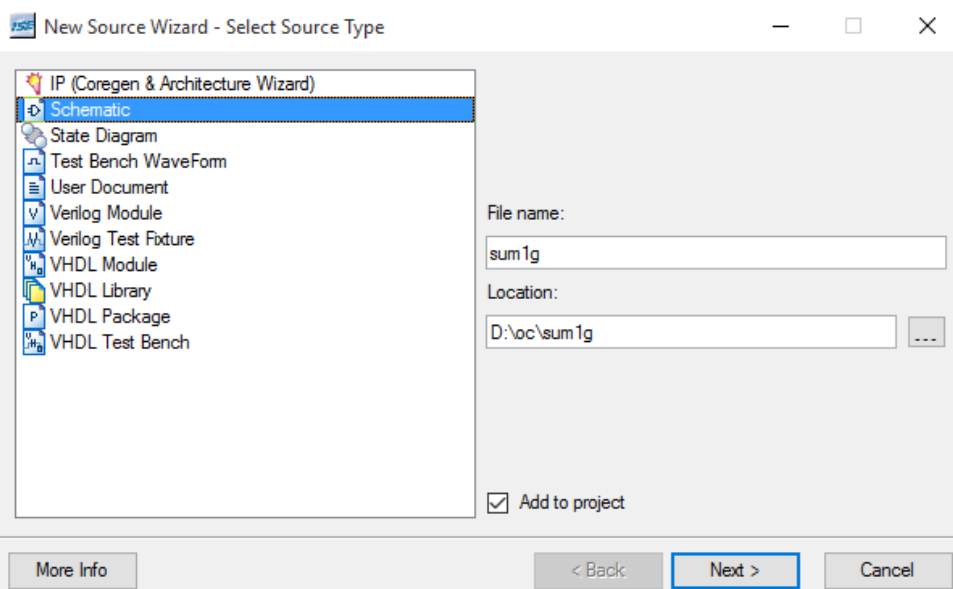
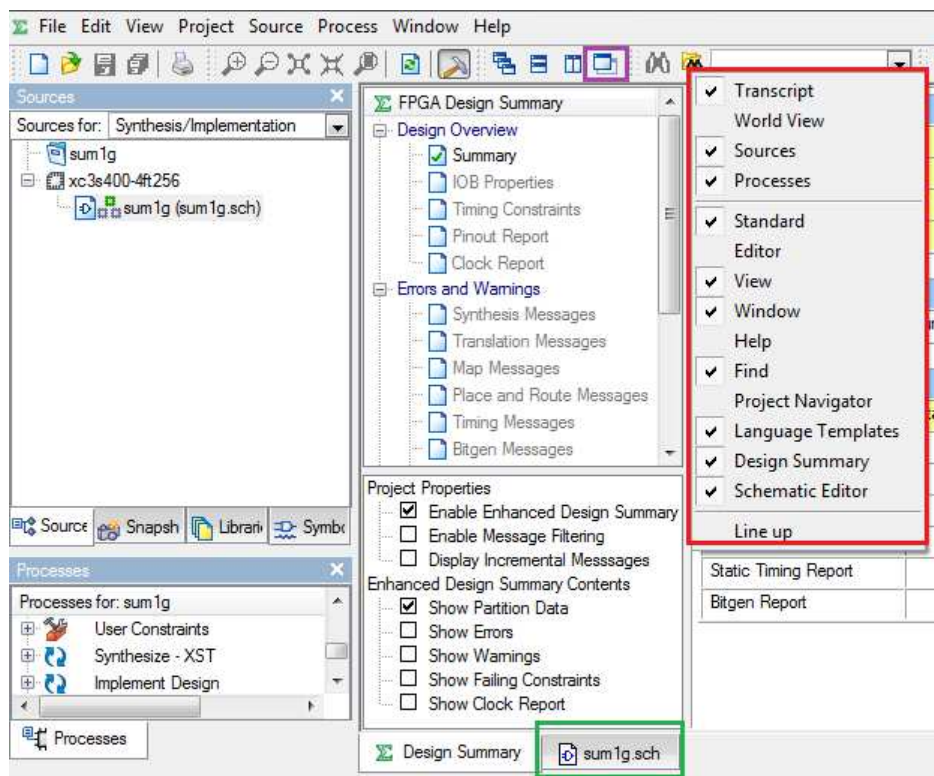

figura 5
figura 6
În continuare se adaugă fișierul care va conține schema sumatorului. Se va face clic dreapta pe numele FPGA-ului (xc3s400..), și din meniul contextual apărut se selectează **New Source**. În fereastră New Source, se selectează tipul **Schematic** iar apoi se completează numele fișierului - **sum1g** -, ca în figura 5. Apoi se apasă **Next**, apare o fereastră de informare și în cadrul acesteia se apasă **Finish**. Ca efect al apăsării lui **Finish**, **sum1g** este adăugat la proiect și este lansat în execuție programul care permite desenarea schemei. Acesta se numește (în cadrul ISE) ECS - Engineering Capture System. În general, pentru programele de desenare a schemelor logice, în limba engleză, se folosește termenul de „Schematic Capture”. Veți obține situația din figura 6.
Înainte de a trece la desenarea sumatorului elementar se va reorganiza spațiul de lucru. Mai întâi se vor închide barele de scule folosite rar. Pentru aceasta poziționați cursorul oriunde în zona barelor de scule și faceți clic dreapta. Veți obține o fereastră în care sunt afișate barele de scule active. Această fereastră este încadrată de un dreptunghi roșu în figura 6. Activați numai barele de scule active din dreptunghiul marcat cu roșu în figura 6.
1. Afișați schema sum1g.sch în fereastra principală a ISE. Pentru aceasta faceți clic pe câmpul tab **sum1g.sch** încadrat într-un dreptunghi verde în figura 6 .
2. Din meniul **Window** alegeți opțiunea **Float**, sau apăsați icoana din dreptunghiul violet din figura 6.